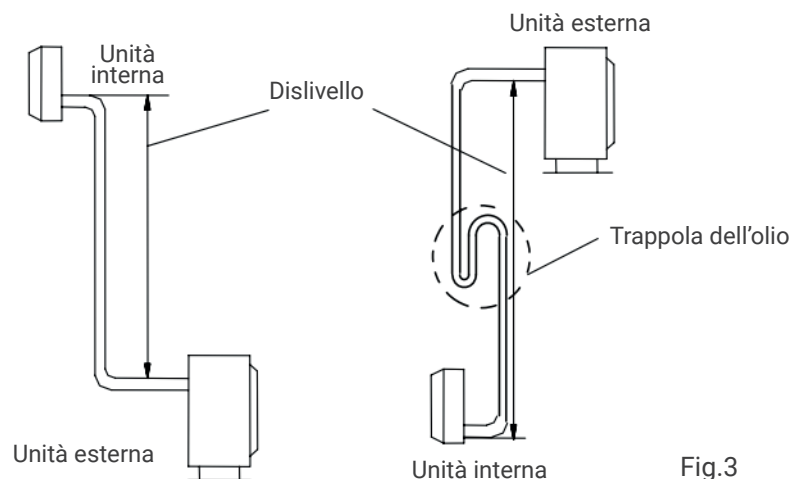

Fig.3
- Se la posizione di installazione dell'unità esterna è più alta di quella dell'unità interna e il tubo è più lungo di 10 m, aggiungere un sifone nel tubo del gas ogni 8 m (Fig. 3)